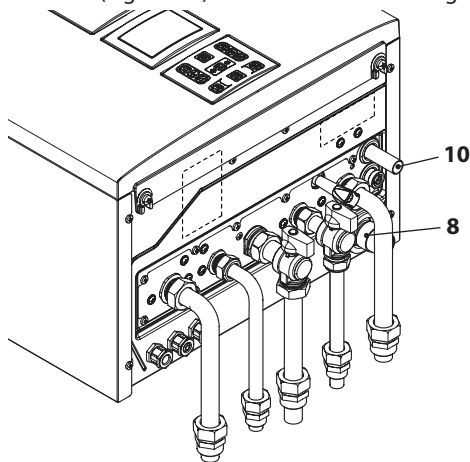

Figura 5.4
- Conecte la descarga de la válvula de seguridad 10 (Figura 5.4) a un embudo de descarga
- Introduzca el tubo flexible de descarga de condensado 8 (Figura 5.4) en el conducto de desagüe de condensado doméstico o en el embudo de descarga de la válvula de seguridad, siempre que el desagüe sea apto para recibir condensado ácido.